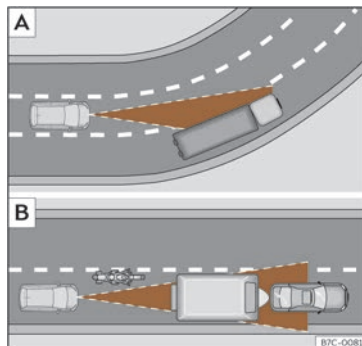

Abb. 112 **A**) Fahrzeug in einer Kurve. **B**) Vorausfahrender Motorradfahrer außerhalb des Erfassungsbereichs des Radarsensors.
Es ist möglich, dass die ACC das vorausfahrende Fahrzeug in der Kurve nicht erkennt oder die Entfernung zu Fahrzeugen einstellt, die sich auf anderen Fahrspuren befinden >>> (Abb. 112) .
- Versetzt fahrende Fahrzeuge oder Fahrzeuge, die außerhalb des Erkennungsbereichs des Sensors fahren, z. B. Motorräder >>> (Abb. 112) .